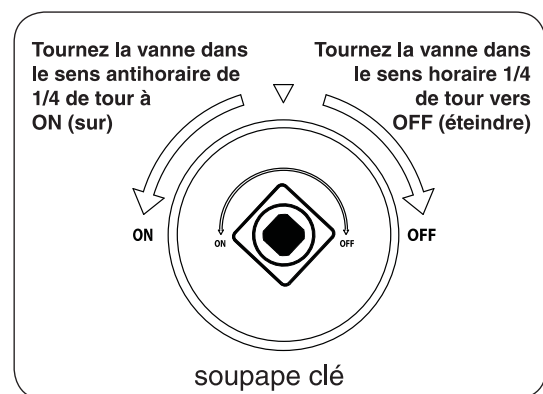

Fig. 32-2
- 4. **Une fois que le match est en feu et en position**, tournez la vanne clé sens anti-horaire d'un tour à la position **ON** (sur) 1/4 (voir Fig. 32-2). Votre brûleur devrait s'allumer.
Pour éteindre votre brûleur à gaz, tourner la soupape clé vers la droite d'une tour à la position **OFF** (éteindre) 1/4 (voir Fig. 32-2). Assurez-vous que la vanne clé est tournée entièrement au large pour éviter toute fuite de gaz.